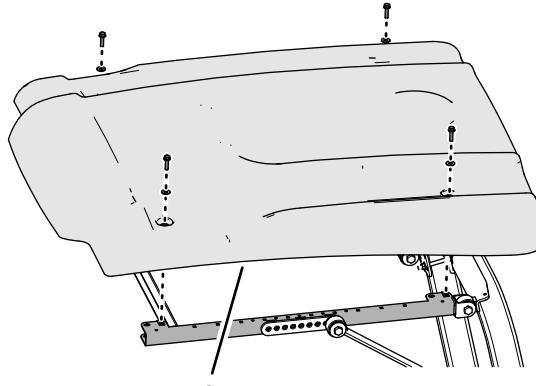
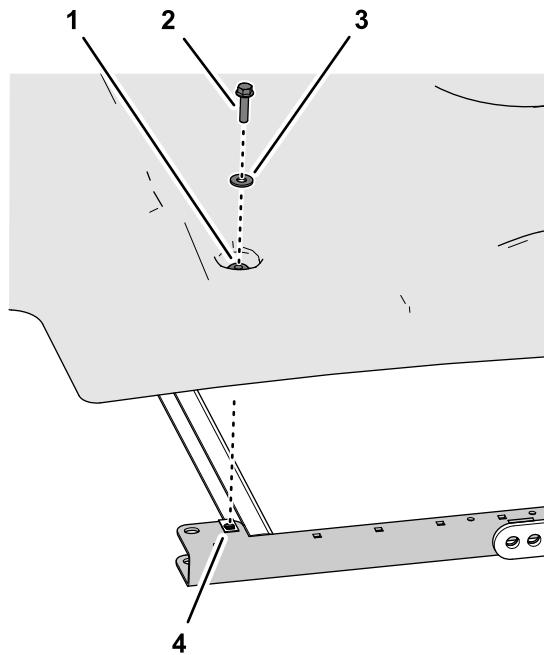

Figura 1
Figura 2
1. Remova os quatro parafusos de cabeça flangeada (5/16 x 1 1/4 pol.) e quatro anilhas (5/16 pol.) que prendem o toldo aos canais da estrutura lateral (Figura 1 e Figura 2).
2. Remova o toldo da máquina (Figura 1).
2. Monte o toldo nos canais da estrutura (Figura 2) com os quatro parafusos de cabeça flangeada (5/16 x 1¼ pol.) e as quatro anilhas (5/16 pol.) que retirou anteriormente.